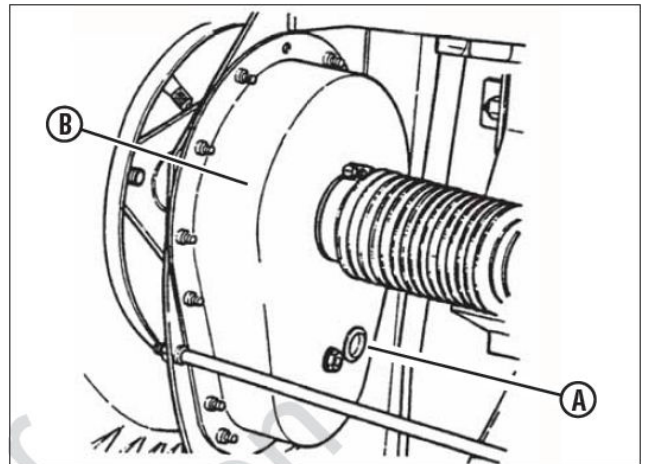

Рис. 28. Проверка смазки дифференциала
1. Установите райдер на задний бампер и проверьте пробку отверстия залива/уровня (А, рис. 28) на дифференциале (В) на предмет износа или поломки. Замените пробку в случае необходимости.